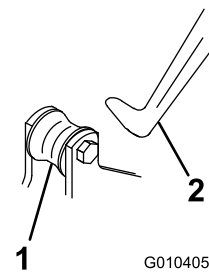

図 4
2. トリローラをプルフレームの下に引き入れて昇降用ローラを昇降アームに掛ける 図 4。